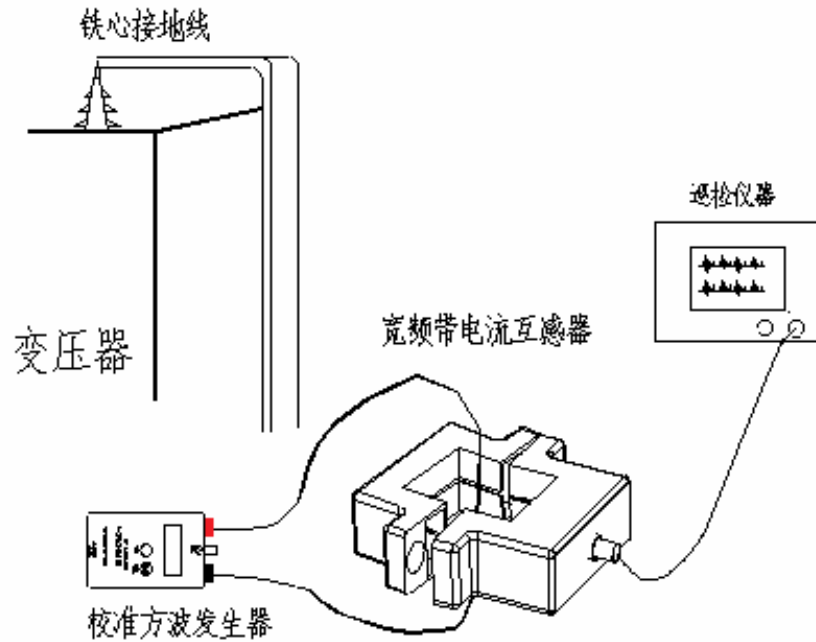

图8-4 间接校准方法
- 1) 将校准脉冲发生器按图 8-4 方法接入试验回路，并施加适当的放电脉冲。